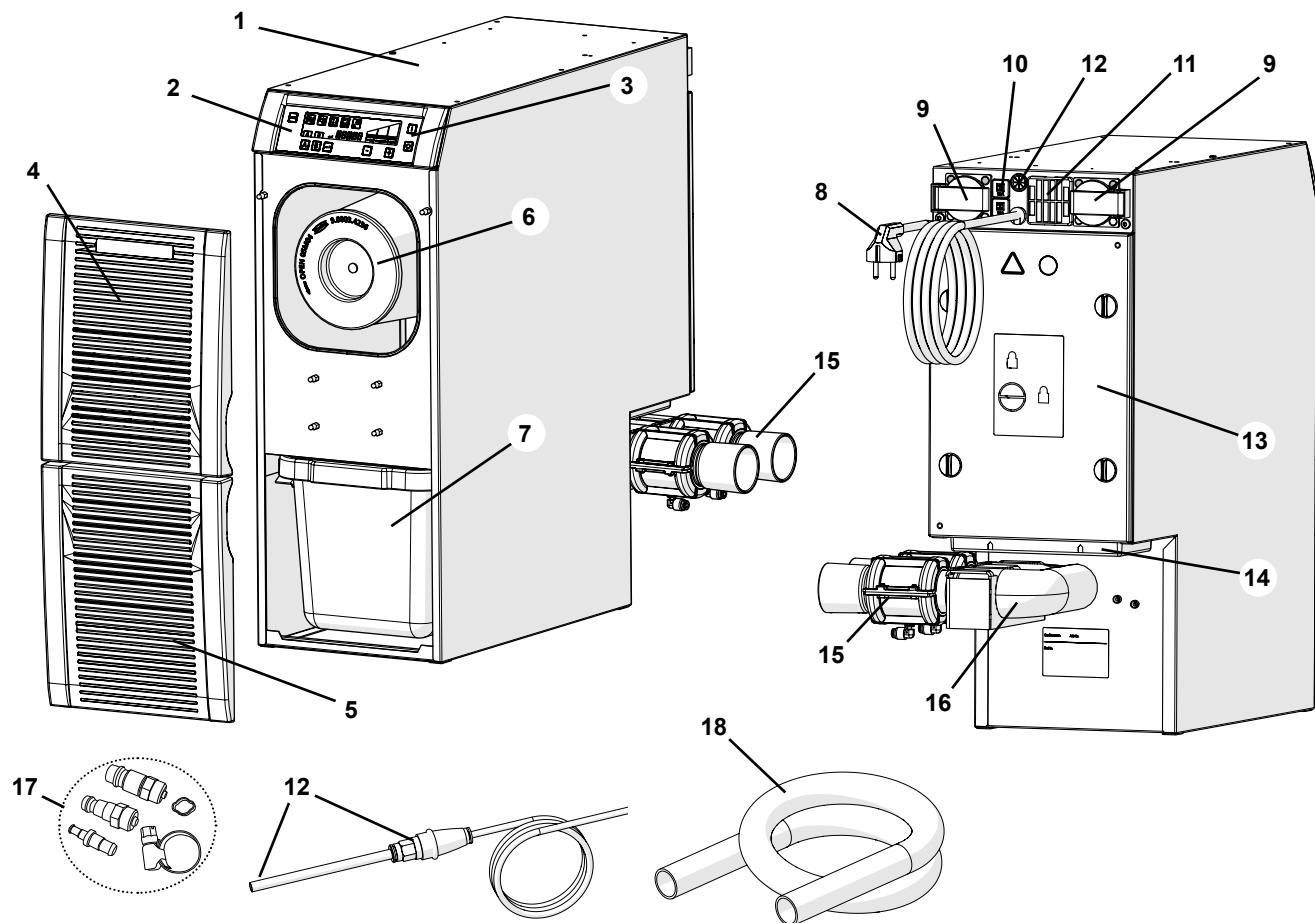

图 1
- 排气孔（14, 图1）不能被堵塞。
⇒ 按开/关键关机（3, 图1）。
⇒ 从连接套装中（17, 图1）选择适当的连接管，并与管的尾部连接。